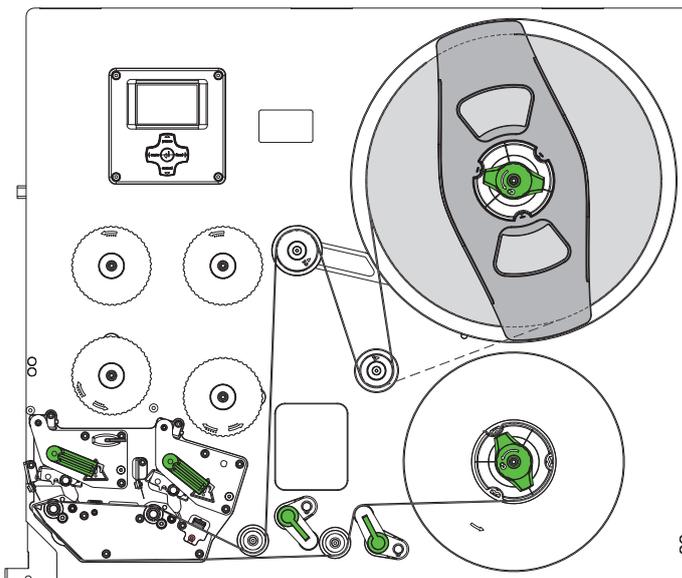

Figure 8 Passage des étiquettes
2. Tourner le levier (13) dans le sens inverse des aiguilles d'une montre pour déverrouiller le rouleau presseur (12) du rouleau de tension arrière (11).
3. Écarter complètement le guide (8) vers l'extérieur en tournant le fuseau (9) avec le clé (3).
5. Guider le support d'étiquettes (6) d'après la Figure 8 jusqu'au mécanisme d'impression. La ligne en pointillés représente les étiquettes à enroulement interne.
6. Guider le support d'étiquettes en passant dans la cellule de détection (10) jusqu'à l'arête de pré-décollement (7) et la pousser jusqu'à buter contre le châssis. La face à imprimer de l'étiquette doit être dirigée vers le haut.
7. Positionner le guide (8) en tournant le fuseau (9) jusqu'à buter contre la bande d'étiquettes.
8. Faire sortir les étiquettes au delà de l'arête de pré-décollement (7), afin que la bande traverse le système de tension de bande et atteigne l'enrouleur interne. Retirer de leur support les étiquettes dépassant de l'arête de pré-décollement.